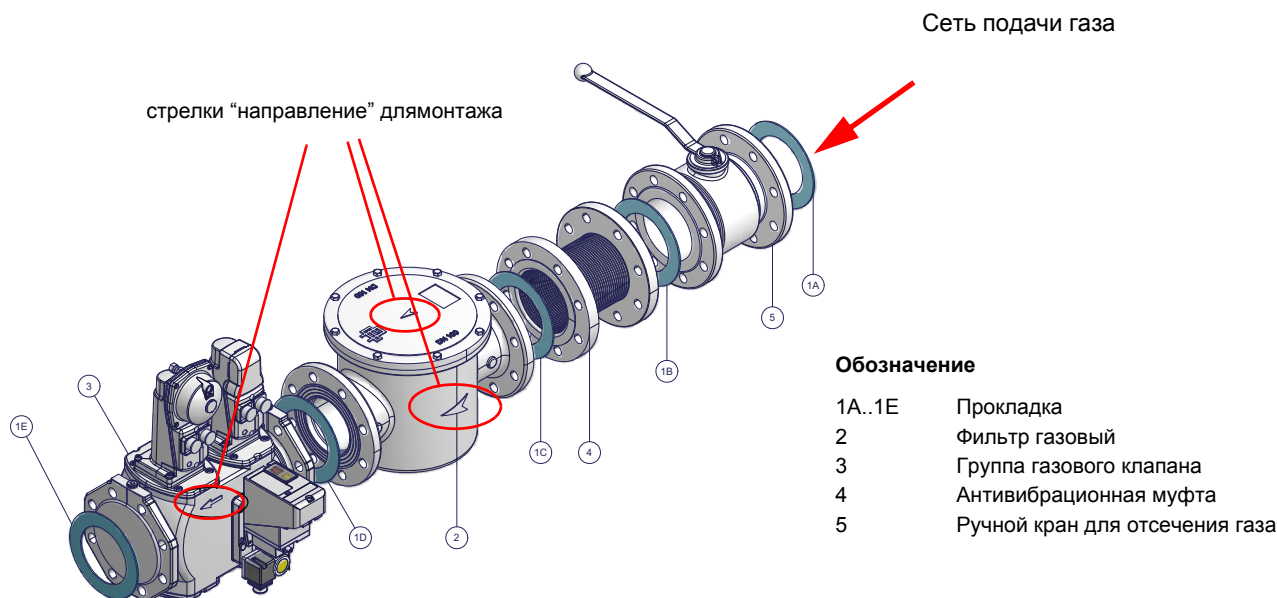

Рис. 2 - Пример газовой рамп
- 1 - б) при фланцевых соединениях: между соседними компонентами устанавливать прокладку (1A..1E - Рис. 2), совместимую с используемым газом,
**ВНИМАНИЕ:** после монтажа газовой рамп согласно схеме на Рис. 2, необходимо провести тестирование на герметичность газового контура, согласно требований действующих нормативов.